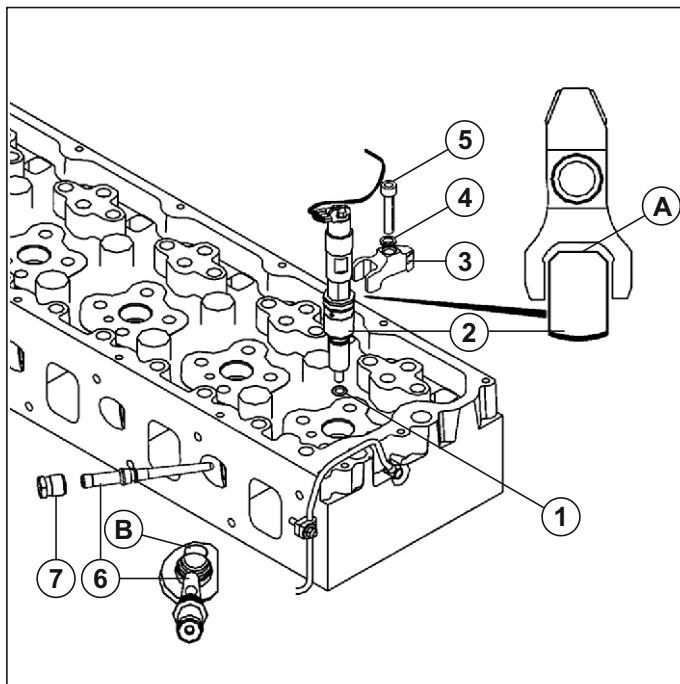

Рис. 69. Установка форсунок.
**Установка форсунок (см. Рис. 69):**
1. Установить скобу (3) крепления форсунки пазом на ее лыски.
2. Установить форсунку (2) с шайбой медной (1) (312383) в отверстие стакана под форсунку в головке цилиндров. (При ее установке отверстие подвода топлива должно быть направлено в сторону впускных окон головки цилиндров).
3. Установить штуцер подвода топлива к форсунке (6). (Соблюдите ориентацию (В)).
4. Поманеврировать форсункой (2) и штуцером подвода топлива к форсунке (6) так, чтобы конусы штуцера и отверстия в форсунке совпали. Продвинуть штуцера до упора с базированием в головке с помощью шарикового фиксатора.
6. Навернуть гайку крепления штуцера (7) в головку цилиндров.
7. Установить на отверстие скобы сферическую шайбу (4) (312391).
8. Ввернуть болт крепления скобы форсунки (5) на 2-3 нитки от руки.
9. Произвести предварительную затяжку болта скобы крепления форсунки (5) и гайки крепления штуцера (7) моментом не более 5 Нм.